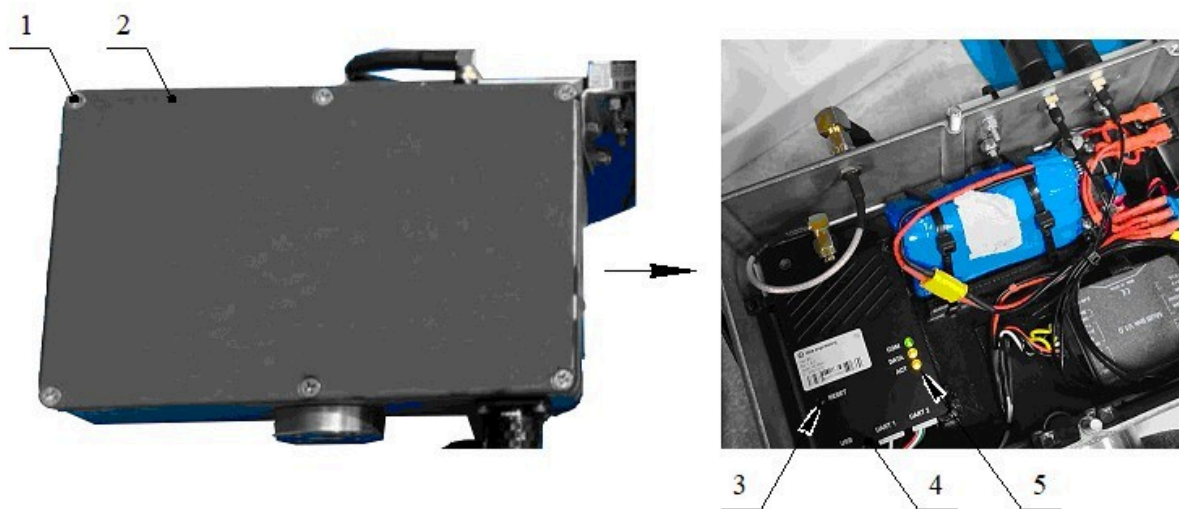
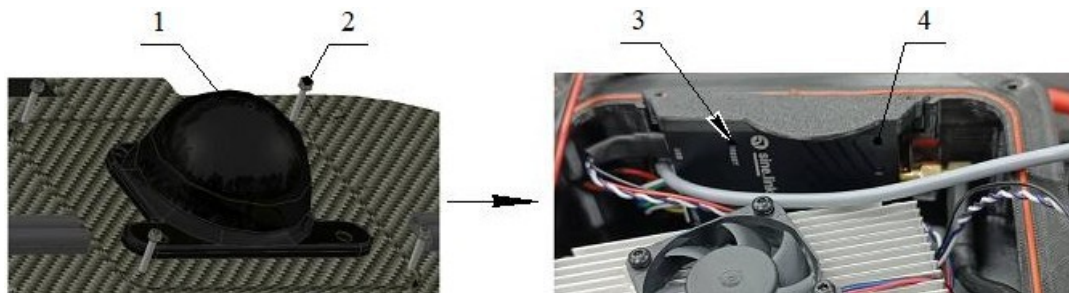
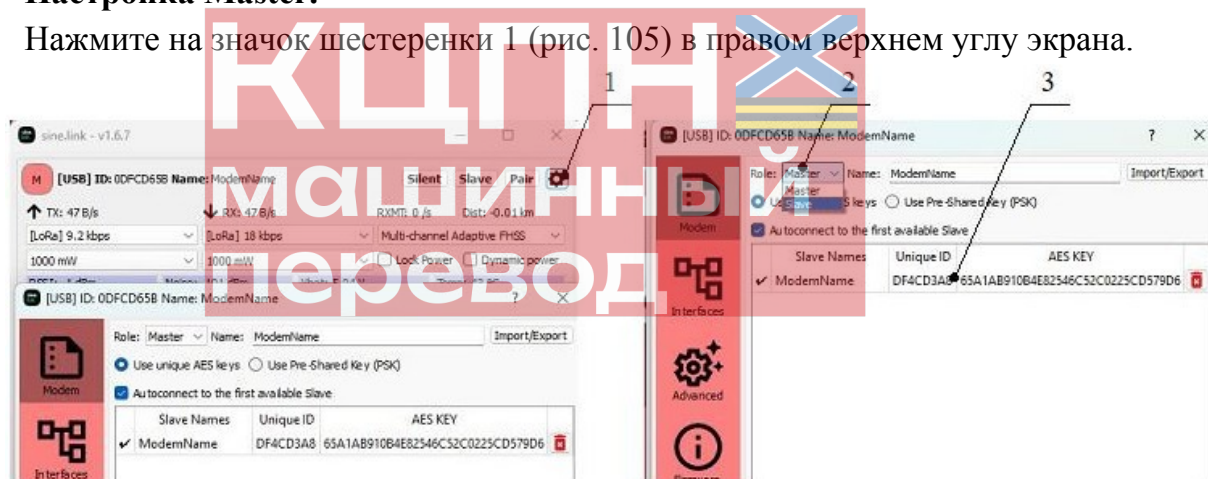
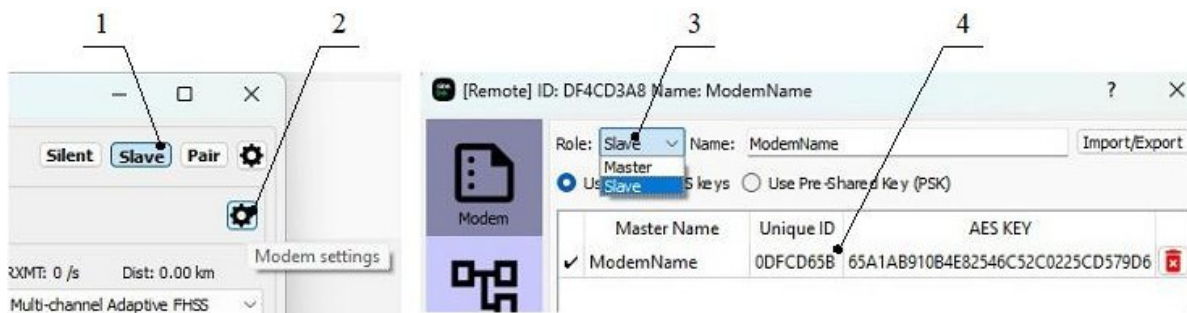

Рисунок 101. Демонтаж крышки блока радиоретранслятора
Рисунок 102. Демонтаж крышки модуля цифровой связи
Рисунок 105. Вход и окно настроек модуля Master
Рисунок 108. Вход и окно настроек модуля Slave
Отвинтите шесть винтов 1 (рис. 101) крышки радиоретранслятора 2 и четыре винта 2 (рис. 102) крышки модуля цифровой связи 1.
1. Нажмите кнопку RESET 3 (рис. 101) на модуле sine.link радиоретранслятора 4 и удерживайте в течение 3 с. Для этого можно использовать шестигранник 1,5 мм из комплекта БПЛА. Когда все три светодиода 5 начнут мигать, это означает, что активация режима сопряжения началась.
После этого нажмите кнопку RESET 3 (рис. 102) на 3 с на модуле sine.link в корпусе БПЛА 4, также до изменения световой индикации. После нажатия кнопки RESET в радиоретрансляторе необходимо в течение 30 секунд нажать кнопку в корпусе БПЛА.
Эту процедуру следует выполнять в том случае, если предыдущий метод не помог или модуль sine.link радиоретранслятора 4 (рис. 101) работает в качестве Slave, а модуль
sine.link в корпусе БПЛА 4 (рис. 102) — как Master, что является следствием некорректных предыдущих настроек и не соответствует рабочей конфигурации.
Подключите угловой кабель Type C от ноутбука к модулю sine.link радиоретранслятора 4 (рис. 101).
В течение 30 секунд после этого нажмите кнопку RESET 3 (рис. 101) на модуле sine.link в корпусе БПЛА 4 и удерживайте её в течение 3 с. Для нажатия используйте шестигранник 1,5 мм из комплекта БПЛА.
Нажмите на значок шестеренки 1 (рис. 105) в правом верхнем углу экрана.
В случае, если модуль sine.link радиоретранслятора 4 (рис. 101) выполняет роль Slave вместо Master из-за предыдущих некорректных настроек, в окне настроек Master/Slave 2 (рис. 105) выберите Master, чтобы вернуть модулю sine.link радиоретранслятора правильную роль.
Нажмите кнопку Slave 1 (рис. 108) в правом верхнем углу экрана, а затем на значок шестеренки 2, появившийся в результате предыдущего нажатия.
В случае, если модуль sine.link в корпусе БПЛА 4 (рис. 102) выполняет роль Master вместо Slave из-за предыдущих некорректных настроек, в окне Master/Slave 3 (рис. 108) выберите Slave, чтобы вернуть модулю sine.link в корпусе БПЛА правильную роль.
Отсоедините кабель Type C от ноутбука и модуля sine.link радиоретранслятора 4 (рис. 101). Соберите радиоретранслятор и модуль цифровой связи, закрепите соответствующими креплениями.